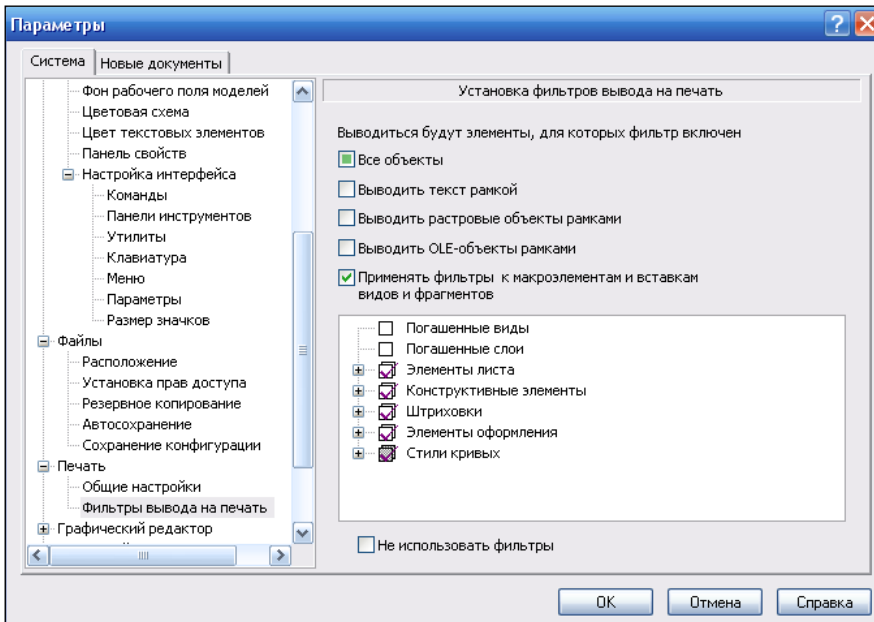

Рис. 1.9. Диалоговое окно **Параметры** с открытым разделом **Фильтры вывода на печать**
- ◆ Щелкните ЛК мыши по пункту **Фильтры вывода на печать** (этот пункт перенесен из раздела **Графический редактор**). В правой части откроется панель **Установка фильтров вывода на печать** (рис. 1.9). Элементы управления этой панели позволяют указать объекты, которые будут напечатаны: